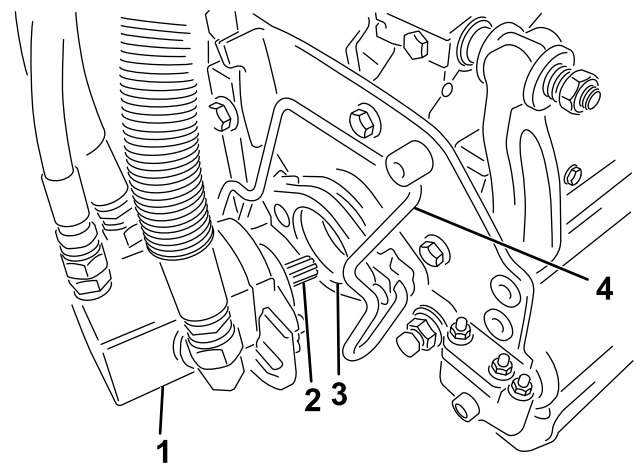

Bild 44
5. Schmieren Sie die Keilwelle des Schneideinheitmotors mit sauberem Fett ein (Bild 44).
6. Setzen Sie den Motor in die linke Seite der Schneideinheit (aus Sicht der Bedienerstellung) und ziehen die Motorbefestigungsstange an der Schneideinheit zum Motor, bis Sie einen deutlichen Klick von beiden Seiten des Motors hören (Bild 44).